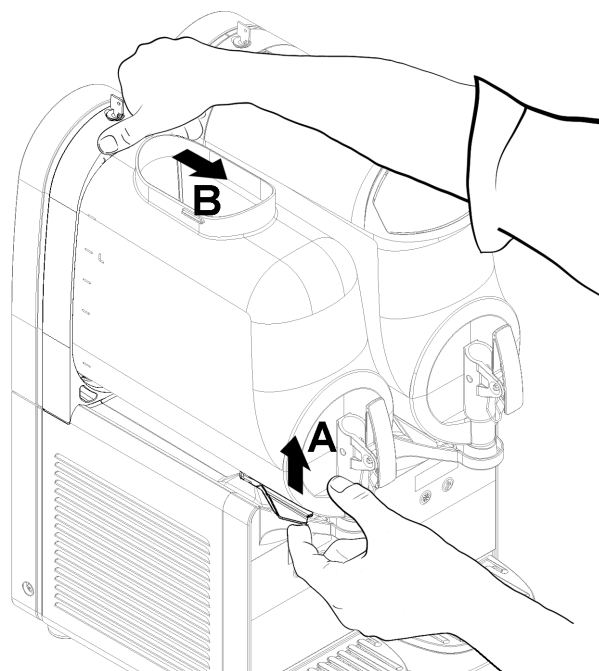
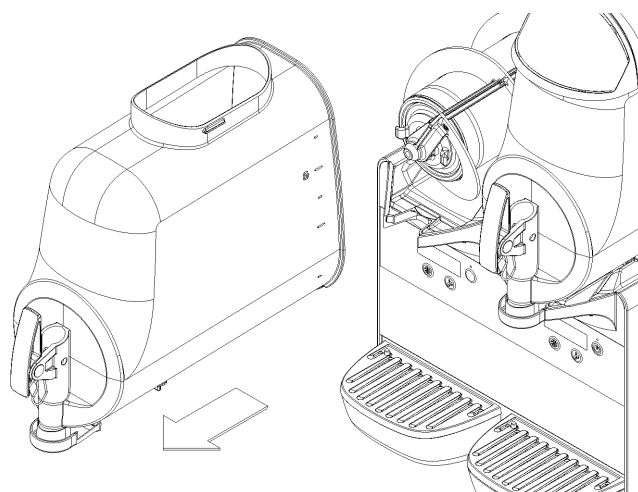

figura 3
figura 4
- 2** Per smontare il contenitore è necessario spingere verso l'alto l'apposita leva (vedere figura 3) e quindi sfilare il contenitore stesso (vedere figura 4).